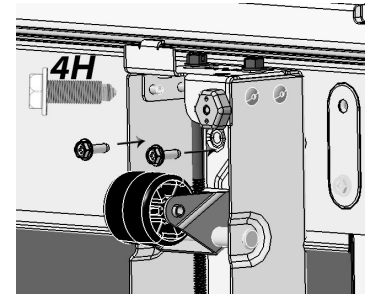
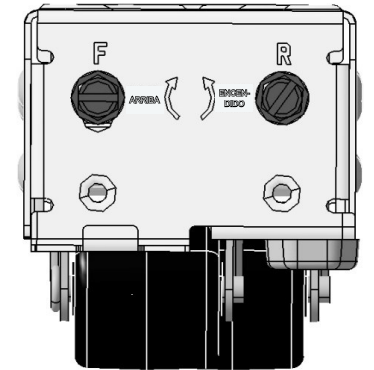

Fig. 5
Fig. 6
- c. Usando los pernos 4H del paso 1, ajuste la parte frontal del conjunto nivelador al refrigerador/congelador con una llave para tuercas de $\frac{5}{16}$ " (Fig. 5). Para los pasos 3b y 3c, si necesita más espacio para la holgura de la llave para tuercas, gire el perno etiquetado como "F" en sentido horario (Fig. 6) usando un destornillador de cabeza plana o una llave de tubo de $\frac{3}{8}$ ".